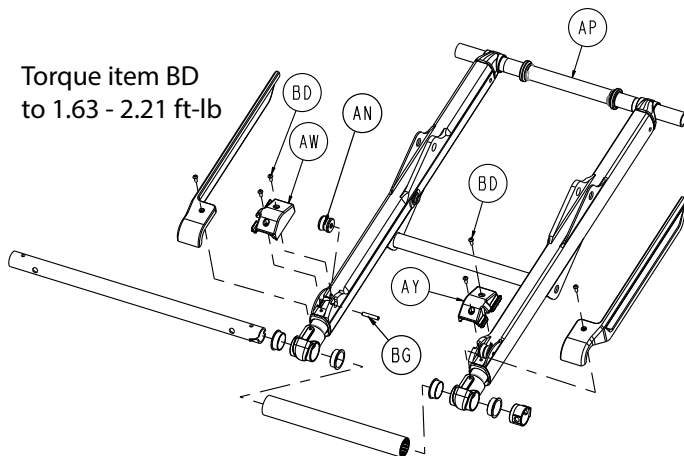

Figure 82 – Composants de l'ensemble de levage
8. À l'aide d'une clé Torx T25, retirer les deux vis d'assemblage à tête ronde (BD) qui fixent le couvercle de rouleau (AW, AY) à l'ensemble soudé du châssis en A (AP) du système de levage externe (Figure 82). Conserver les vis.
12. À l'aide d'un petit poinçon, pousser la broche de guidage (BG) à travers l'ensemble de rouleau externe (AN) (Figure 82). Retirer et conserver l'ensemble de goupille et de rouleau.